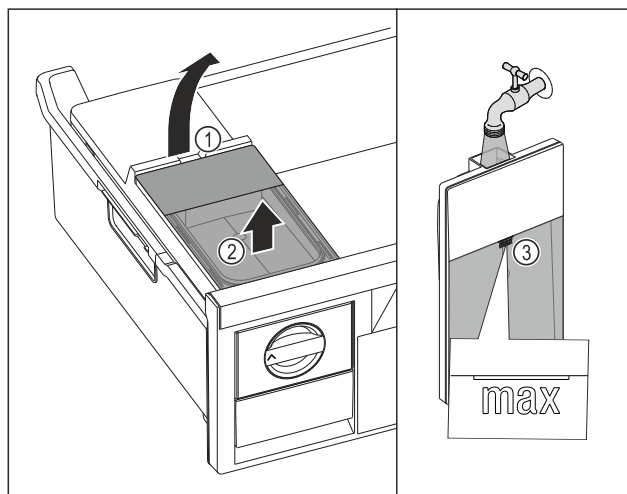

Fig. 78
- Nádržku na vodu nadvihnite za vybranú Fig. 78 (1).
- Nádržku na vodu odoberte nahor. Fig. 78 (2)
- Nádržku na vodu naplňte pitnou vodou po značku Fig. 78 (3).